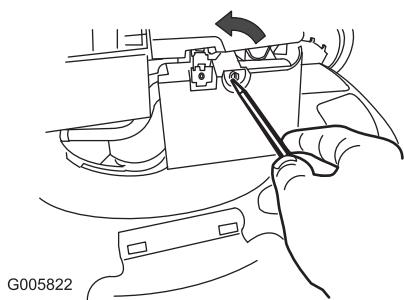

Figure 24
- Ouvrez le couvercle du filtre à air avec un tournevis (Figure 24)